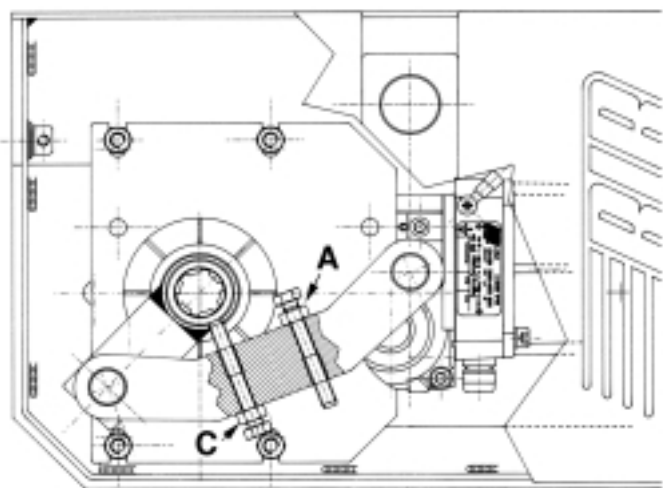

Fig. 10
- Pour obtenir l'ouverture du portail désirée, il suffit de visser ou de dévisser la vis d'arrêt (A) et de bloquer ensuite le contre-écrou pour empêcher qu'elle change de position par la suite (Fig.10).
- To adjust the travel limit for the opening movement of the gate, simply turn the screw (A) left or right as appropriate, then secure the lock nut to prevent the screw from slipping out of position subsequently (fig 10).
- Die gewünschte Toröffnung über Ein- bzw. Abdrehen der entsprechenden Endlagenschraube (A) einstellen. Anschließend die Position durch Arretieren der Gegenmutter fixieren (Abb. 10).
- Per ottenere l'apertura desiderata del cancello è sufficiente avvitare o svitare l'apposita vite (A) di fermo e di seguito bloccare il controdado per impedire che possa modificare la sua posizione nel tempo (Fig.10).